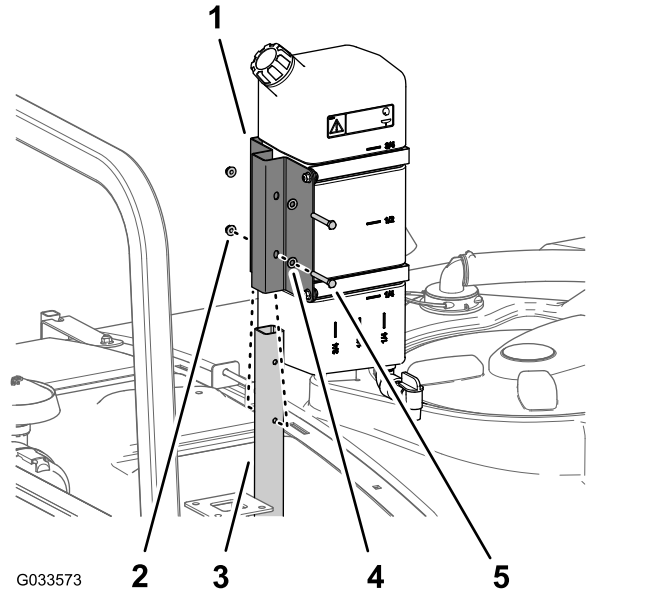

Figura 47
1. Monte el depósito de agua limpia y el soporte en el tubo de sujeción con 2 pernos (5/16" x 2¼") y 2 contratuercas con arandela prensada (5/16"), según se muestra en Figura 47.